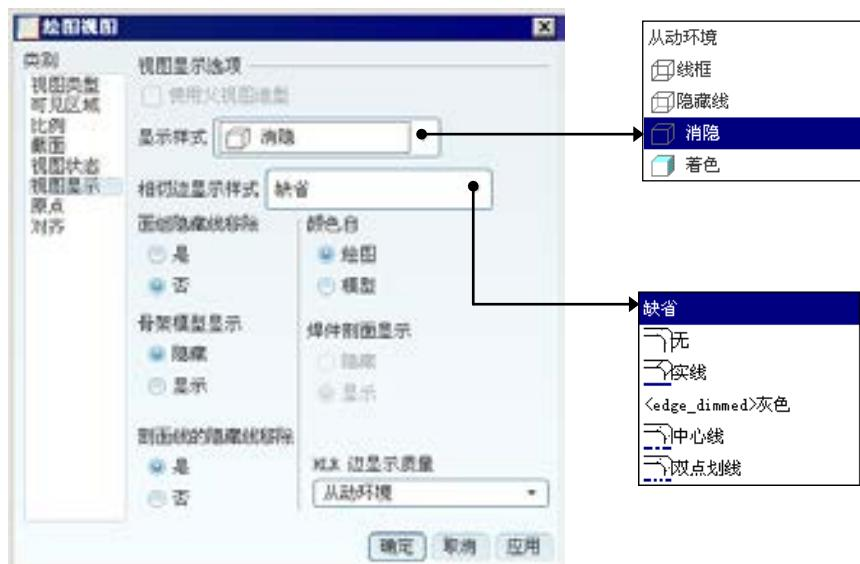

图 10.4.18 “绘图视图”对话框
Step2. 系统弹出图 10.4.18 所示的“绘图视图”对话框，在该对话框中选择类别选项组中的**视图显示** 选项。
Step3. 按照图 10.4.18 所示的对话框进行参数设置，即“显示线型”设置为“消隐”，然后单击对话框中的**确定** 按钮，关闭对话框。